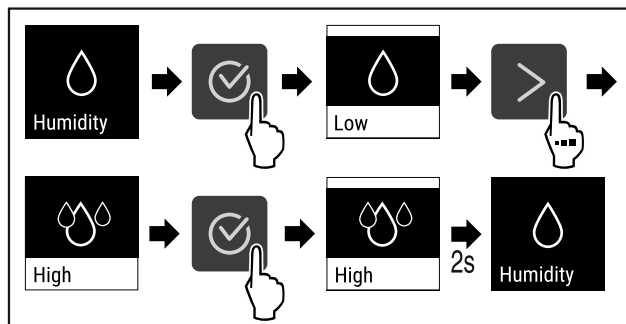

Fig. 94
- ▶ Izvedite zahtevane korake (glejte Fig. 94) .